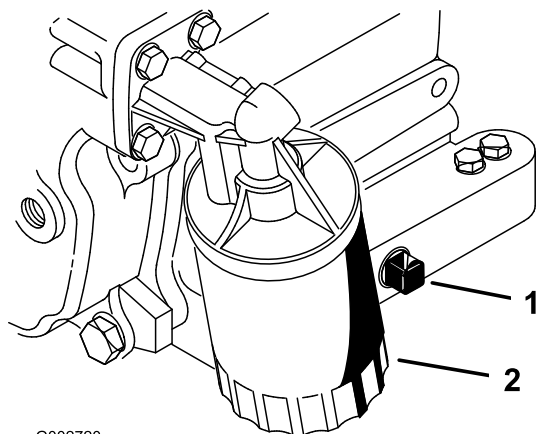

Figura 28
2. Retire o tampão de escoamento (Figura 28) e deixe o óleo escorrer para um recipiente adequado. Quando o óleo parar, volte a montar o tampão de escoamento.
3. Retire o filtro do óleo (Figura 28).